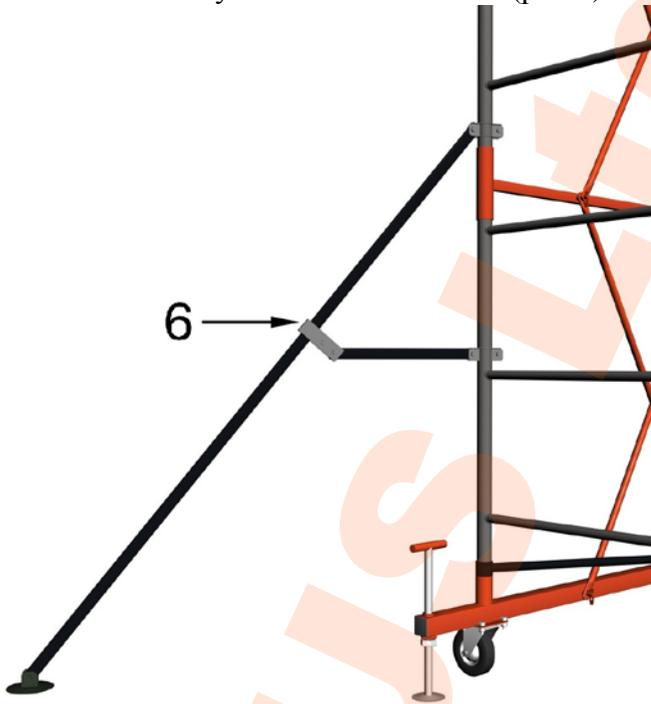

рис.3
5.1. При сборке вышки высотой от 6.2 метра (4 секции включительно), у основания необходимо закрепить стабилизаторы (6) для дополнительной устойчивости вышки (рис.3).